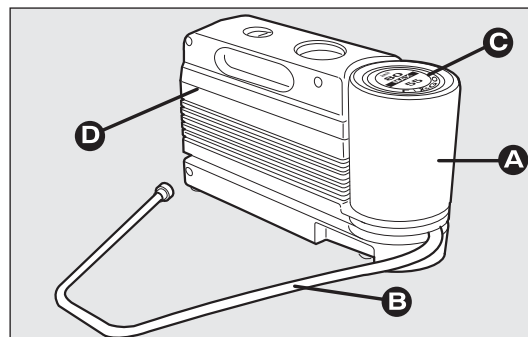

fig. 127
Le kit fig. 127 comprend :
- un compresseur D-fig. 127 avec manomètre et raccords, que l'on trouvera dans le compartiment ;